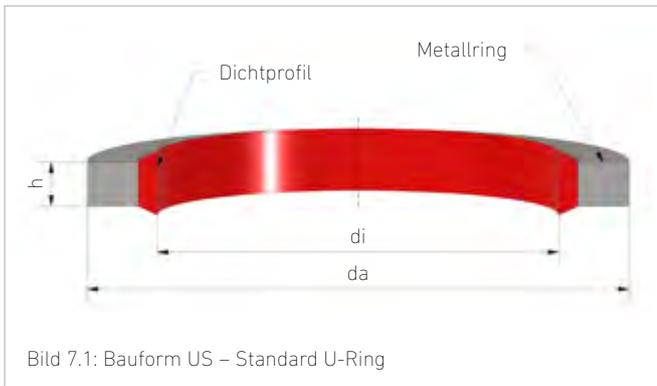

Bild 7.1: Bauform US – Standard U-Ring
- Bauform US (Standard U-Ring) – Bild 7.1